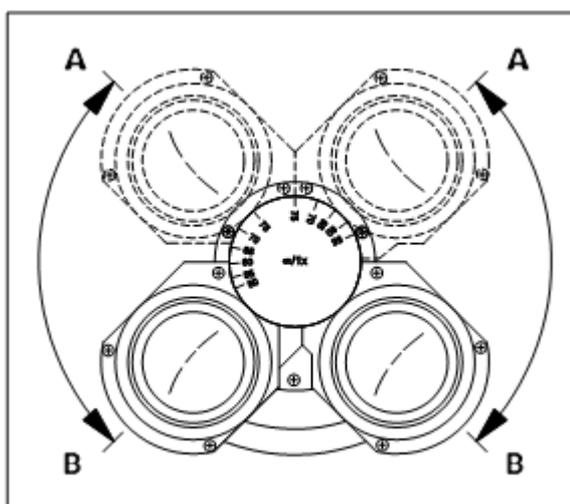

图 13 调节观察高度
- 将目镜镜筒向上（图 13/A）或向下（图 13/B）旋转，以便将观察高度调节为您想要的高度。